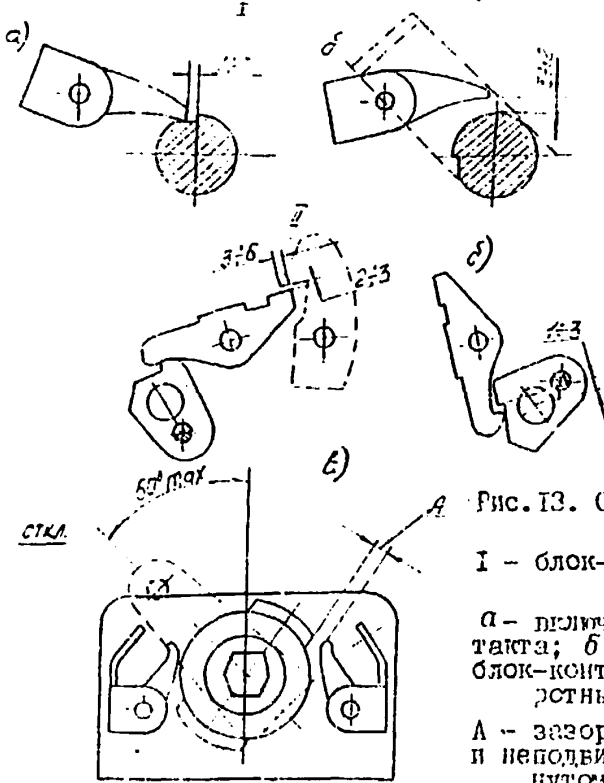

Рис. 13. Схема регулировки блок-контактов КБВ и КБО:
17.8. Произвести регулировку блок-контактов (рис. 13). При регулировке следует иметь в виду, что: